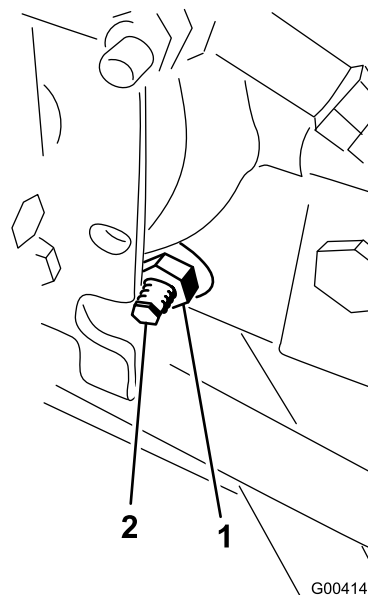

Figura 90
3. No lado direito do hidrostato, solte a porca de bloqueio no excêntrico de ajuste da tração (Figura 90).